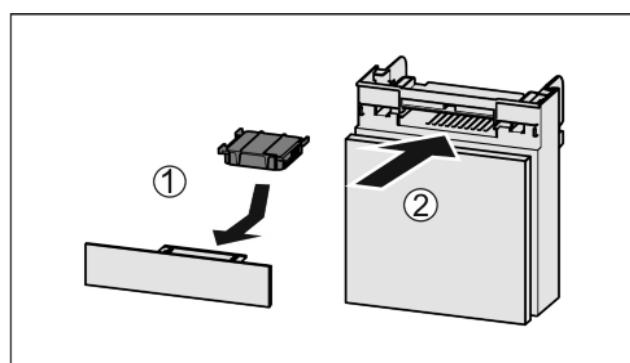

Fig. 34
- ▶ Установите фильтр с активированным углем, как показано на рисунке Fig. 34 (1).
- ▶ Вставьте отделение Fig. 34 (2).